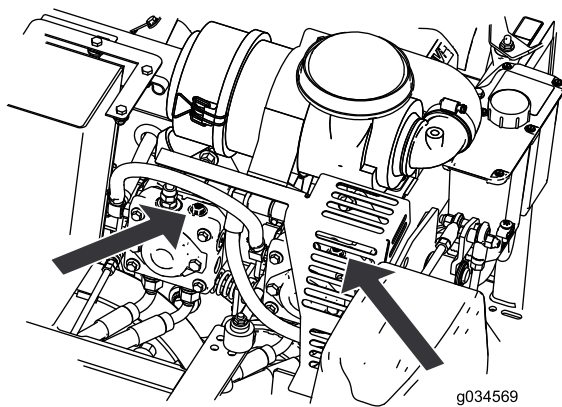

Figura 28
4. Ruotate entrambe le valvole di rilascio di 1 giro in senso antiorario per rilasciare l'impianto di trasmissione (Figura 28). Ciò consente al fluido idraulico di bypassare la pompa, consentendo alle ruote di girare.